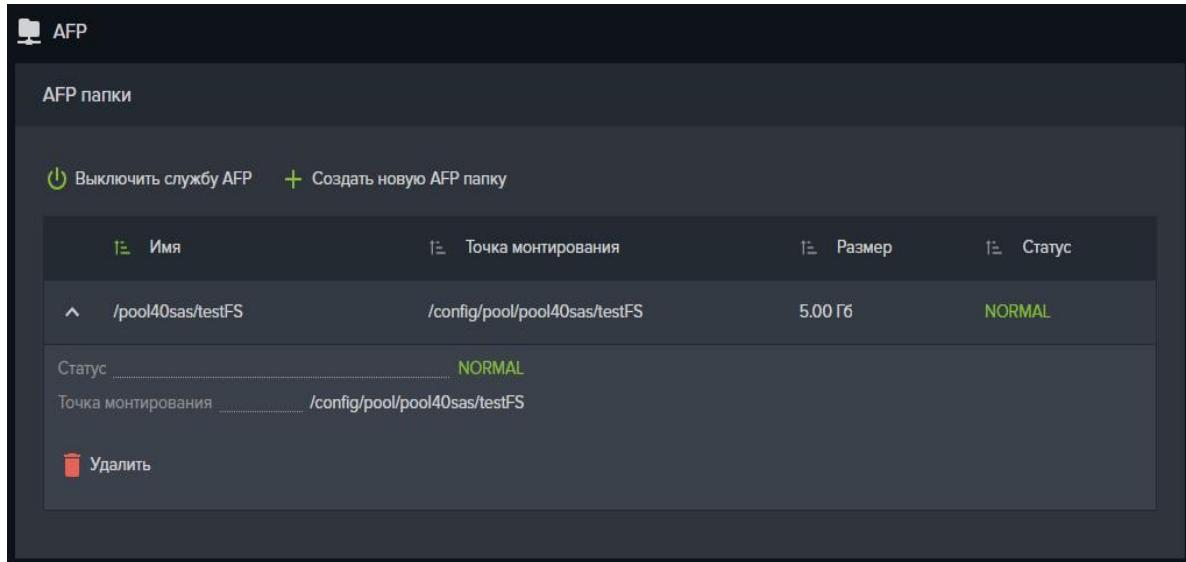

Рисунок 73. Окно создания AFP ресурса
8. Нажмите на кнопку «Включить службу AFP», см. Рисунок 73;